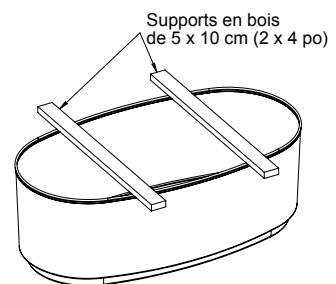

Fig. 8
- 3 Placez (2) supports en bois de 1,2 m (4 pieds) de long de 5 x 10 cm (2 x 4 po) en travers de la partie supérieure de la jupe. Placez les supports en bois uniformément sur la jupe comme sur le schéma (fig. 8). Ils servent de support à la baignoire pendant la procédure de raccord des conduites d'alimentation d'eau et du système électrique.